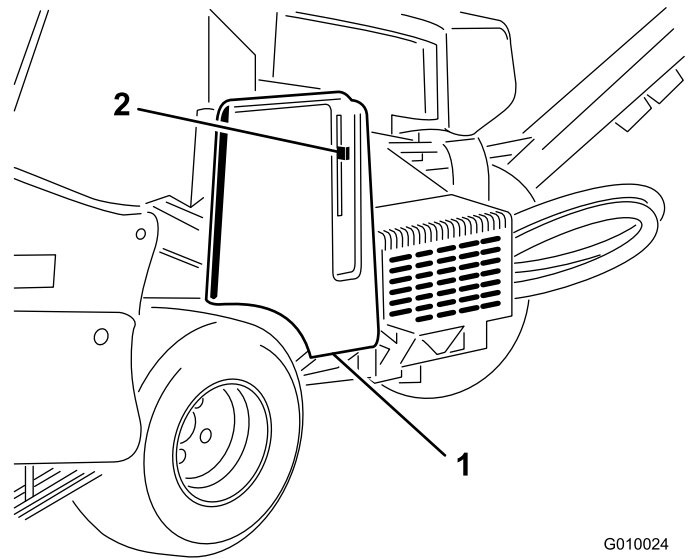
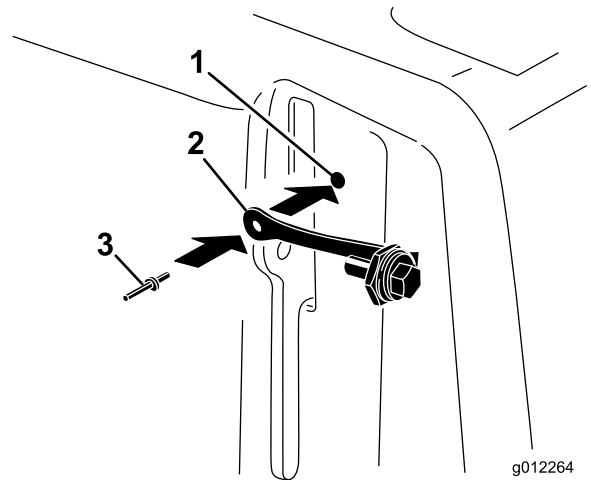

Figura 8
Figura 9
1. Localice el orificio de la cubierta de la correa, junto a la palanca del cierre (Figura 8 y Figura 9).
2. Usando el orificio de la cubierta de la correa, instale el conjunto de la trabilla con un remache ciego (Figura 9).